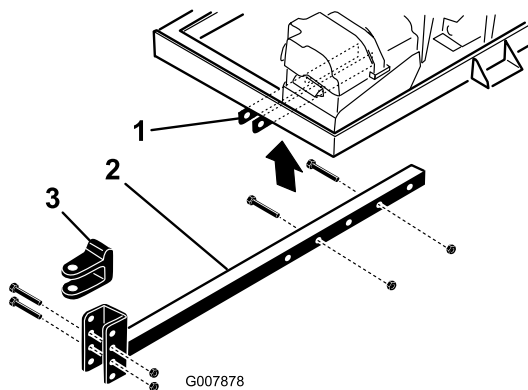

Figura 4
2. Introduzca la barra del enganche en los soportes del bastidor (Figura 4). Fije el tubo al bastidor con 2 pernos ( $\frac{3}{8}$ " x 3") y tuercas con arandela prensada ( $\frac{3}{8}$ ") y apriete a 40 Nm.
- Retire los pernos y las contratuercas que fijan la horquilla de enganche (Figura 4) a la barra de enganche.
- Retire los pernos y tuercas que sujetan la barra de enganche a los soportes del bastidor (Figura 4).